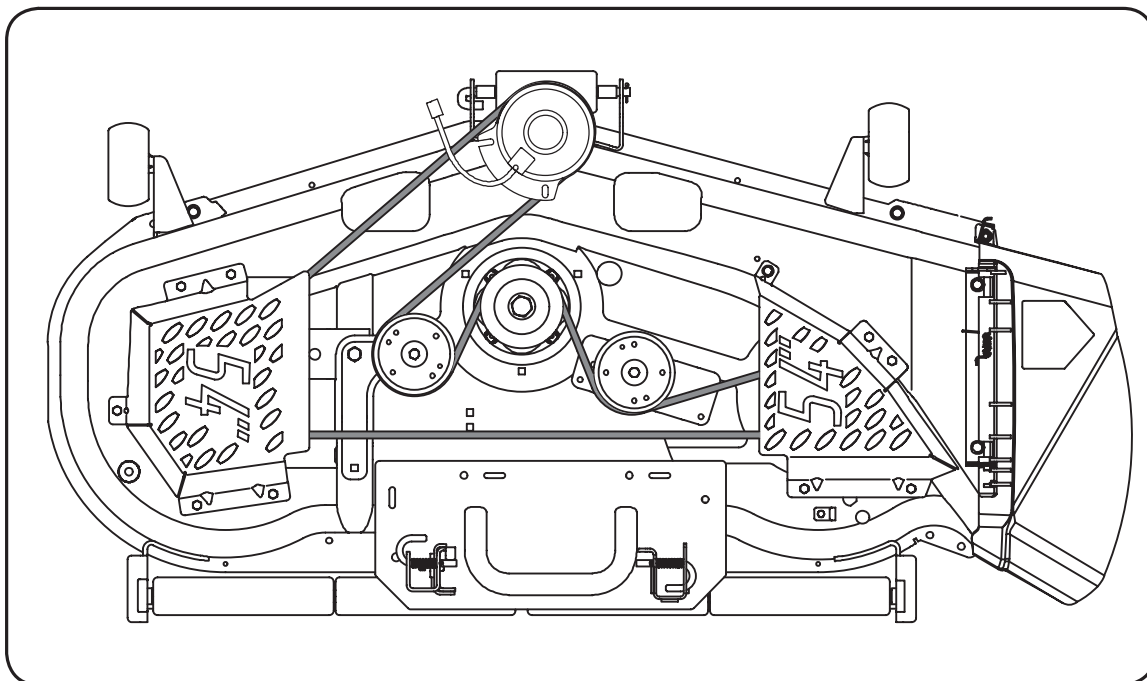

Figure 6-11
- Installez les courroies neuves. Voir la Figure 6-11.